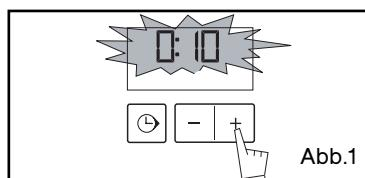

Abb.1
- Die Zeit des Programmierers auf 0Uhr10 einstellen und bestätigen (Abb. 1).